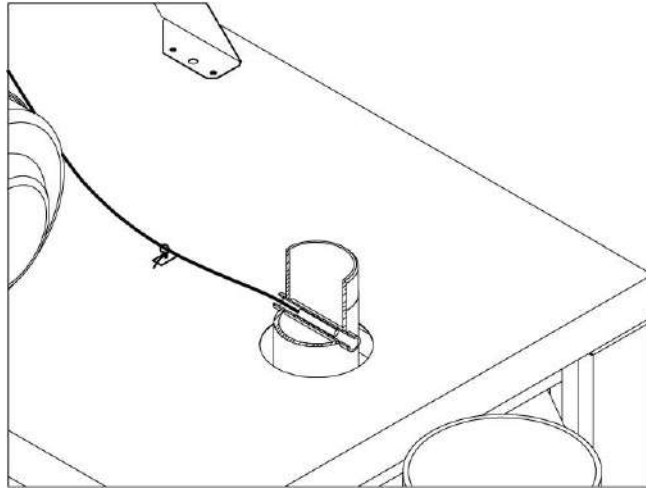

Рисунок 13
- встановити датчик температури котла і зафіксувати його за допомогою хомутка (див. Рис.13).